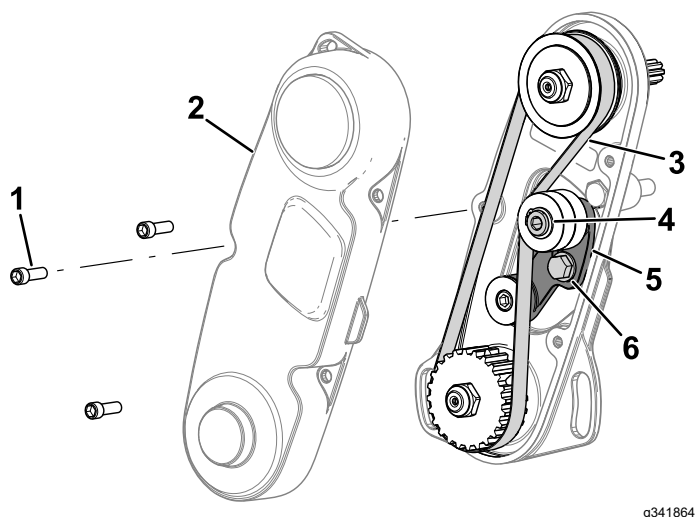

Figura 14
3. Utilize uma chave de torque tipo “beam” para aplicar 6 a 7 N·m de força no parafuso interno do braço intermédio superior (Figura 14).